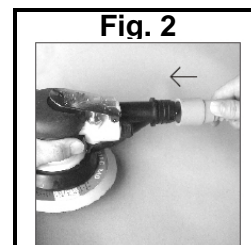

Fig. 2
5. Fixez le tuyau d'aspiration de poussière au raccord (no. 32) (fig.2)